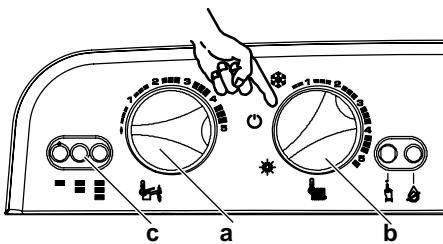

Fig. 2.3 Tablero de mandos sanitario/calefacción
- 4 Gire el selector Selector de función/Manivela de regulación de la temperatura de calefacción **b** como se indica en la Fig. 2.3, el indicador luminoso **c** centellea por intermitencia de aproximadamente dos segundos.